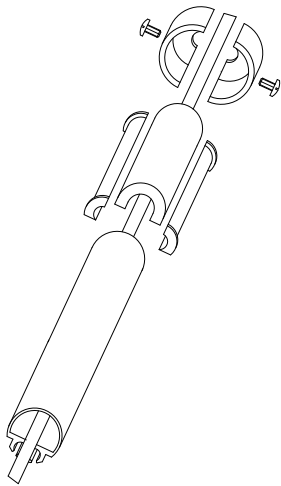

Рис.3
4.4.1. Пропустить штаг через профиль (см. рис.3)